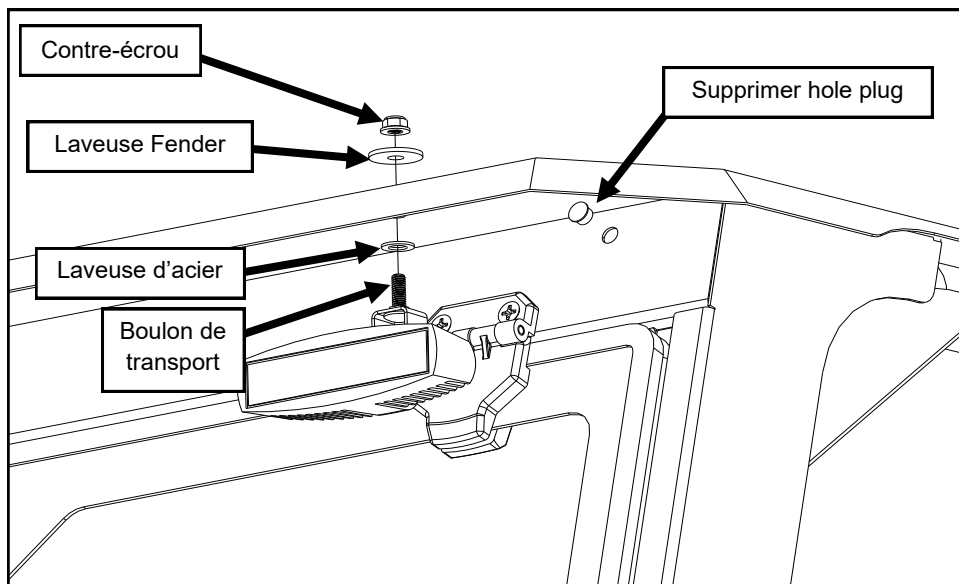

Fig. 1.2
2. Installez la lumière de travail à travers le trou dans le toit en utilisant le matériel indiqué à la figure 1.2. IMPORTANT : orienter la lumière avec le fil sur le dessous de sorte que toute condensation qui se forme dans la lumière puisse s'écouler correctement.